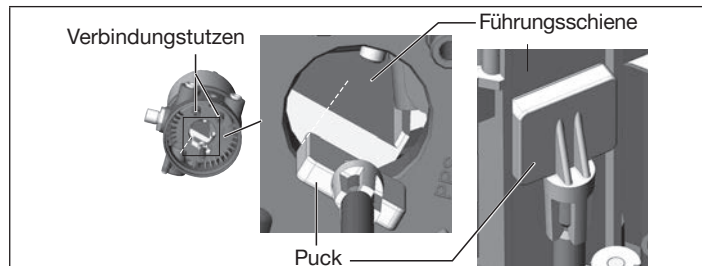

Bild 6: Ausrichten des Pucks
1. der Puck in die Führungsschiene des Positioners (siehe „Bild 6“) und